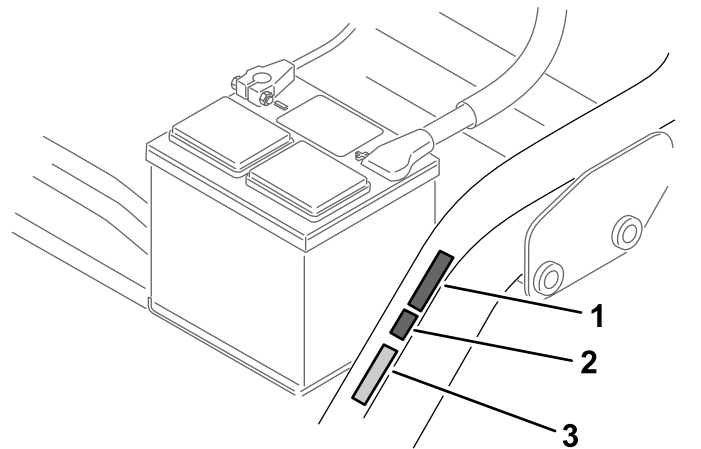

Figure 16
- Apposez l'autocollant de la marque de conformité CE à côté de la plaque du numéro de série (Figure 16).
- Apposez l'autocollant de l'année de production CE près de l'autocollant de marque de conformité CE (Figure 16).